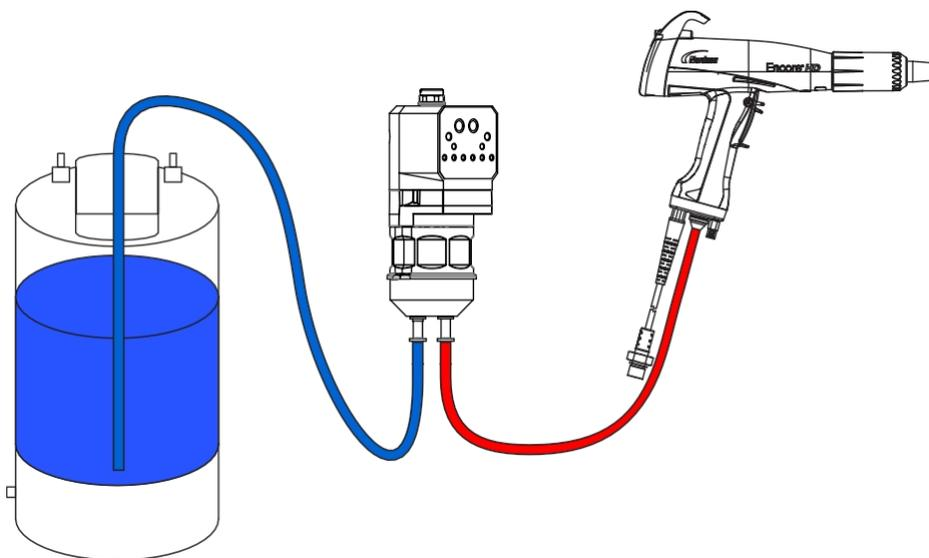

Figura 14 Tubería Conexiones
1. Conecte el tubo de aspiración como se muestra en la figura 14.